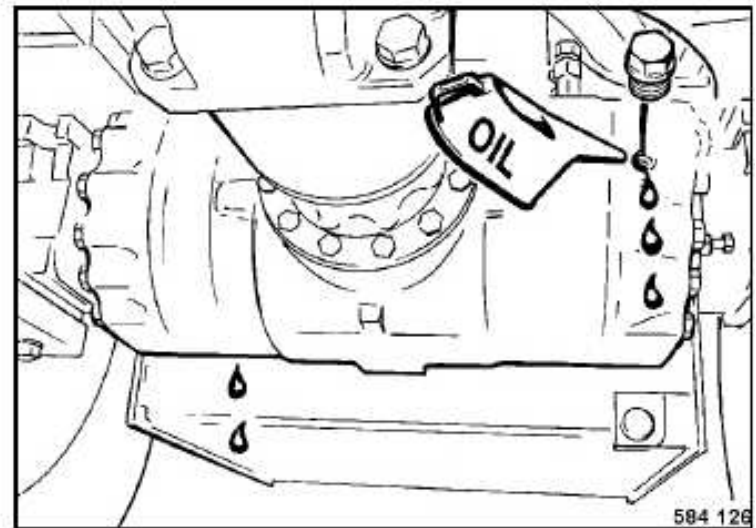

Fig. 103
- Desenroscar el tapón de control (Fig. 103) y comprobar el nivel de aceite.